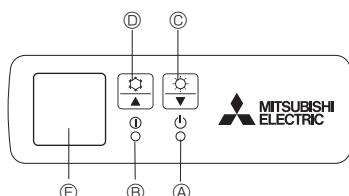

Fig. 5-1
[Fig. 5-1] ① Лампа DEFROST/STAND BY (ОТТАИВАНИЕ/ОЖИДАНИЕ)
② Лампа работы
③ Переключатель аварийной работы (обогрев)
④ Переключатель аварийной работы (охлаждение)
⑤ Приемник